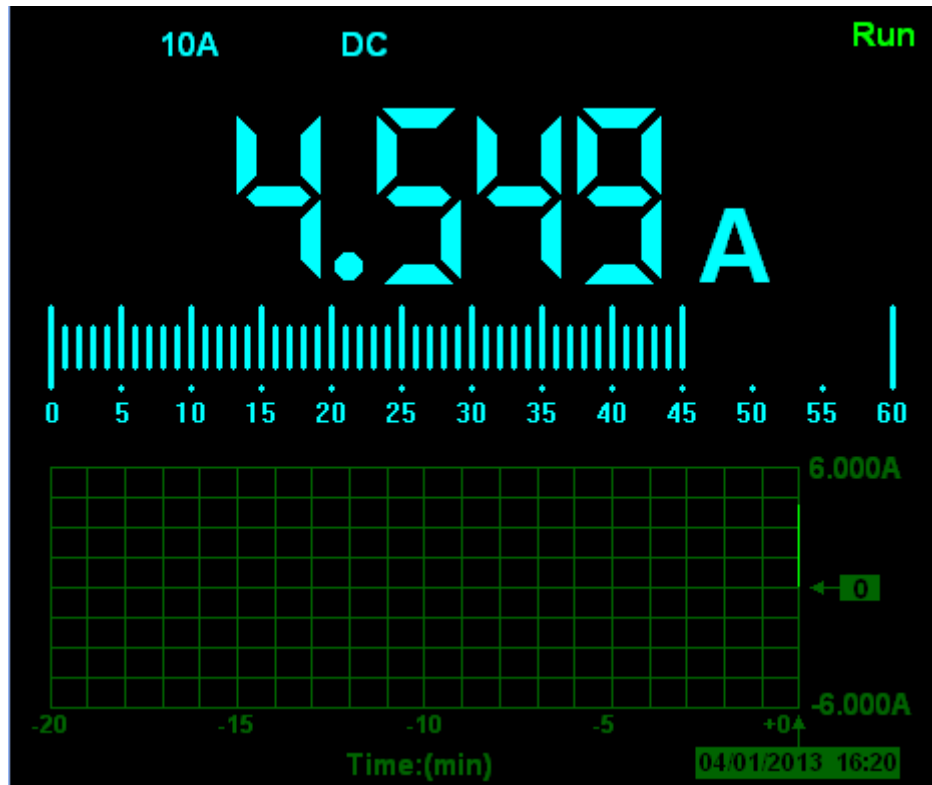

图2-8
- 将红色和黑色表笔连接到被测点，屏幕将显示被测点的直流电流值（如图2-8）。